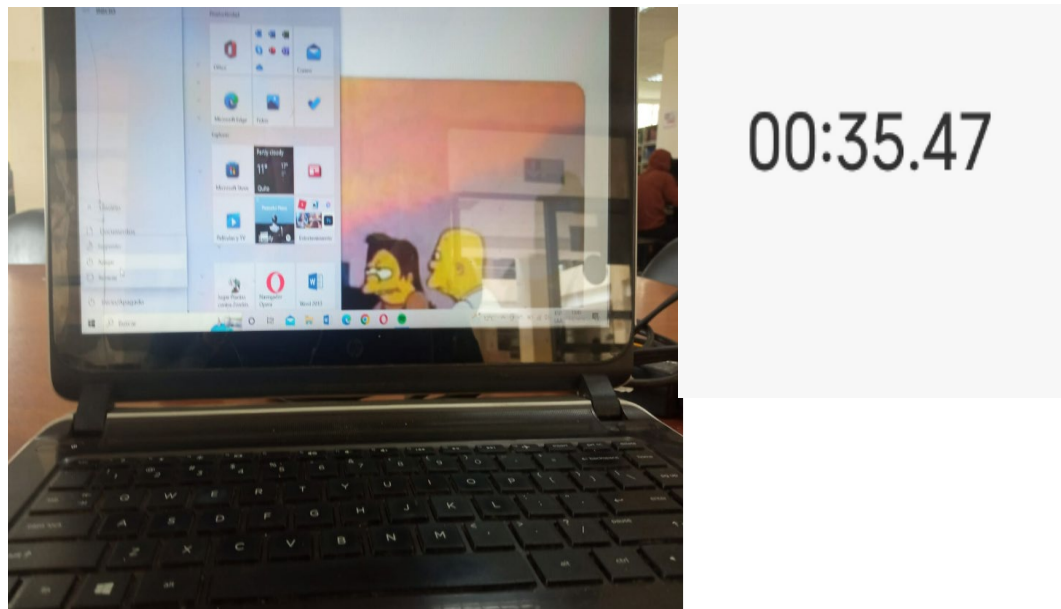

Figura 2. Tiempo de encendido.
2. Una vez que se tiene identificado la parte externa del computador se debe realizar el encendido del mismo, teniendo en cuenta el tiempo de inicio de la Pc al post de windows seguido el post de la maquina esto nos ayuda a identificar de que tipo de PC se tiene debido a su rapidez del encendido y sus componentes de la motherboard, como se evidencia en la figura 2, en esta lapto HP el tiempo de encendido fue de 35 segundos por lo que se podria asimilar que es un computador rapido.